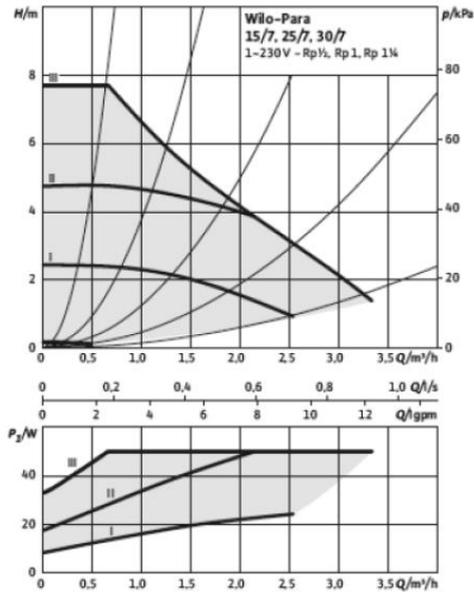

Figura 49 – Desempenho da bomba – Velocidades constantes I, II e III
- Seleção da curva característica (I, II e III - Figura 49) dentro do modo de controlo.